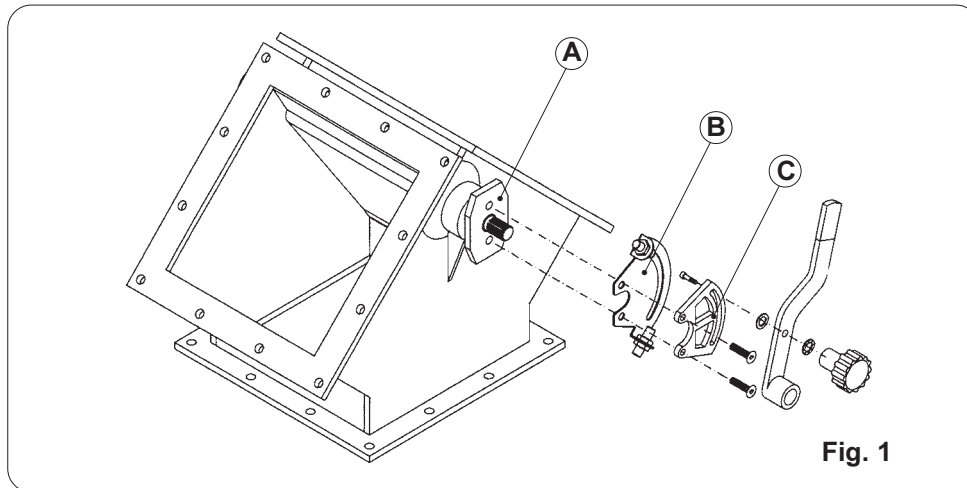

Fig. 1
- Push the flap to the right (fig. 1).
- Fit the gear motor (A) onto the splined shaft of the valve (fig. 1), i.e. with the electric motor axis perpendicular to the horizontal plane.
- Fix the gear motor with the two supplied bolts (B) and firmly tighten them.
- Set signaller MIC 23 to position (C) and fix the cams at approx. 70°, with the valve closed (working angle of the flap approx. 70° for each full cycle).
- Die Weiche bis zum Anschlag nach rechts drücken (Abb. 1).
- Den Getriebemotor (A) auf die Keilwelle der Weiche stecken (Abb. 1), wobei die Achse des Elektromotors rechtwinklig zur Waagerechten steht.
- Den Getriebemotor mit zwei Mutterschrauben (B) befestigen, die zum Lieferumfang gehören, und diese fest anziehen.
- Die Stellungsanzeige MIC 23 in Position (C) positionieren und die Nocken befestigen, von geschlossenem Ventil, bis ~ 70° (Arbeitswinkel der Weiche ca. 70° für jeden vollständigen Zyklus).
- Толкнуть заслонку вправо (Рис. 1).
- Установить редукторный электродвигатель (A) на шлицевой вал клапана (Рис. 1), т.е., с осью электродвигателя, перпендикулярной к горизонтальной плоскости.
- Зафиксировать редукторный электродвигатель двумя поставляемыми болтами (B), и прочно затянуть болты.
- Установить сигнальное устройство MIC 23 для расположения (C) и зафиксировать кулачки приблизительно на 70°, с закрытым клапаном (рабочий угол заслонки приблизительно 70° для каждого полного цикла).
- Posizionare manualmente la paletta a destra (fig.1).
- Inserire il motoriduttore (A) nell'albero scanalato della valvola (fig.1), cioè con l'asse del motore elettrico perpendicolare al piano orizzontale.
- Fissare il motoriduttore mediante i due bulloni (B) forniti e serrarli fortemente.
- Posizionare il segnalatore MIC 23 in posizione (C) e fissare le camme, da valvola chiusa, a ~ 70° (apertura utile della paletta per ogni ciclo completo di ~ 70°).
The mount (B) is fixed on the valve between support (A) and the mask (C) as in Fig. 1.
Die Platte (B) wird zwischen der Aufnahme (A) und der Schablone (C) wie in Fig. 1 dargestellt an der Schleuse befestigt.
Держатель (B) фиксируется на клапане между опорой (A) и маской (C), как показано на Рис. 1.
La piastra di fissaggio fine corsa induttivo (B), viene fissata alla valvola tra la staffa (A) e il settore angolare (C) come in Fig. 1.